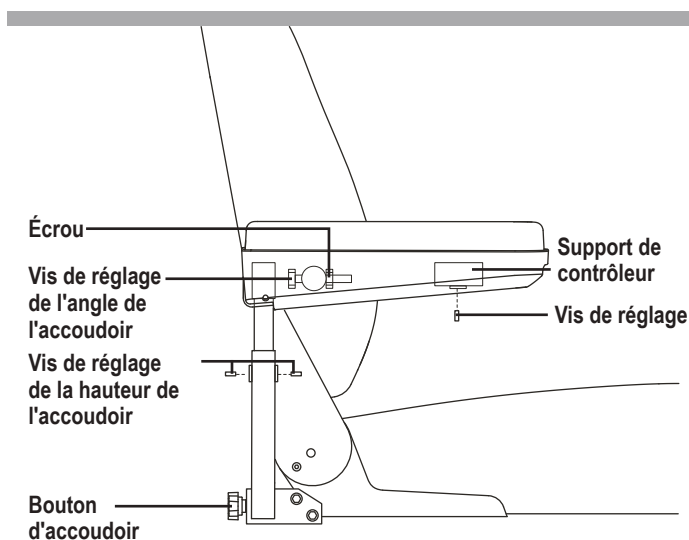

Figure 11. Réglage du dossier/accoudoir
- Fixez les quatre (4) courroies aux points d'ancrage désignés et identifiés par le symbole d'ancrage sur le fauteuil motorisé. **Voir les figures 11 et 12.** Serrez-bien les courroies pour retirer le jeu excessif.
1. Localisez les deux boutons d'accoudoir de chaque côté du support récepteur d'accoudoir. **Voir la figure 11.**
1. Soulevez l'accoudoir vers le haut pour qu'il soit perpendiculaire au sol. **Voir la figure 11.**
2. Desserrez la vis de réglage sur le support du contrôleur. **Voir la figure 11.**